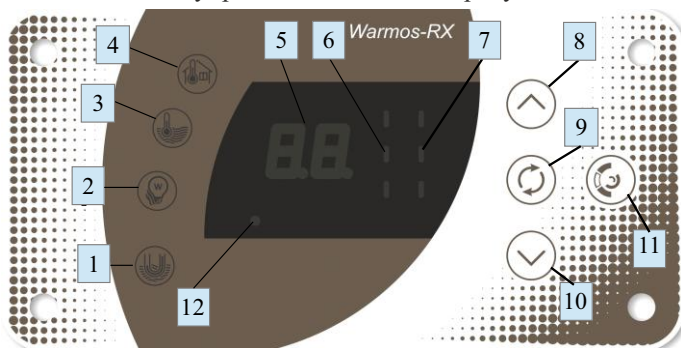

Рисунок 3. Панель индикации и управления
патрубок (7) со внутренней резьбой G1¼. Желаемая температура на выходе, контролируемая датчиком (8), а также лимит потребления электроэнергии устанавливаются на панели управления и индикации (см. рис.3). Избыточное давление в теплообменной емкости должно находиться в пределах от 0,05 МПа (при меньшем давлении работа циркуляционного насоса становится неустойчивой), до 0,29 МПа. Оно контролируется датчиком давления (9). Независимая от микроконтроллера и охлаждаемых полупроводниковых элементов защита представлена самовозвратным термовыключателем (10), включенным в цепь катушки контактора (11), через основные контакты которого проходят токи питания ТЭНов (через силовую плату (12), осуществляющую непосредственную подачу напряжения на ТЭНы.) Полупроводниковые элементы на силовых платах охлаждаются теплоносителем при прохождении через трубопровод (4). Установочная панель (13) закреплена на кронштейнах задней панели. На установочной панели также расположены: плата центральная (14), которая управляет всеми элементами системы, исполняет алгоритмы управления мощностью котла и содержит в энергонезависимой памяти необходимые настройки работы котла; плата коммутатора фаз (15), которая анализирует качество входного напряжения, обменивается информацией с центральной платой, управляет включением контактора и насоса, формирует низкое напряжение для питания других узлов системы управления; винтовые кабельные зажимы (16), через которые производится подключение фазных и нейтрального проводов; болтовой зажим (ЗБС) (17) для присоединения защитного провода РЕ. Для измерения температуры воздуха используется датчик (18), входящий в комплект поставки.
- индикатор нагрева (12) (рис. 3) не светится;
- все три индикатора ограничения мощности (7) (рис.3) — светятся (ограничения мощности нет);
- все три индикатора потребляемой мощности (6) (рис.3) — не светятся (уровень потребляемой мощности — 0%);
- индикатор контроля температуры теплоносителя (3) (рис.3) — светится, что указывает на то, что семисимвольные индикаторы (6) (рис.3) указывают температуру теплоносителя;
Нажатием кнопки (9) (рис. 3) переведите прибор из **основного режима индикации** в режим настройки температуры уставки теплоносителя. Продолжит светиться индикатор температуры теплоносителя «**t котла**». По умолчанию - температура уставки 70 °С. Цифры будут светиться прерывисто. Кнопками «^»/«v» установите необходимое значение уставки температуры подачи теплоносителя в диапазоне от +5 до +85 °С. Для его фиксации необходимо ещё раз нажать кнопку подтверждения выбора (9) (рис. 3). Моргание цифровых индикаторов прекратится, прибор перейдет в **основной режим индикации**.